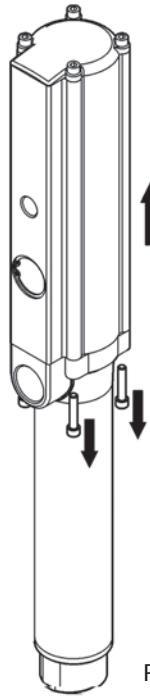

Fig. 4a
- Secure the pump in a vice in the vertical position, clamping it by the outlet body. Unscrew the four screws that hold the air cylinder to the outlet body and remove the air cylinder (fig. 4a).
- Fije la bomba en una mordaza agarrando por el cuerpo de salida con la bomba en posición vertical. Desenrosque los cuatro tornillos que sujetan el cilindro de aire al cuerpo de salida y quite el cilindro (fig. 4a).
1. Placer la pompe sur un établi et la serrer au niveau du corps de la pompe en maintenant cette dernière en position verticale. Desserrer les quatre vis qui maintiennent le cylindre d'air au corps de sortie et extraire le cylindre en question (fig. 4a).